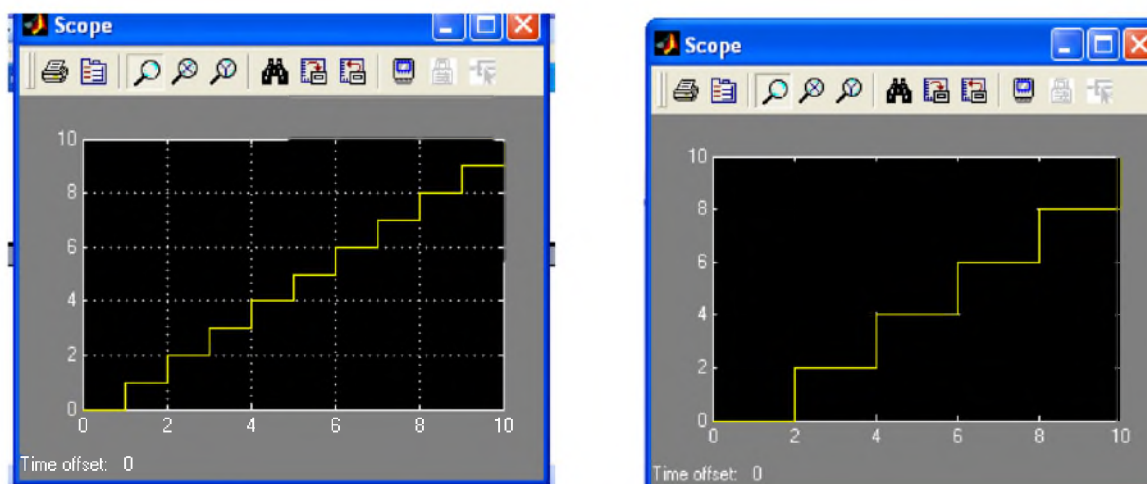

Рис.1.11. Графики блока *Digital Clock* с шагом 1 и шагом 2
3.4. Замените блок *Clock* на блок *Digital Clock*, посмотрите, как изменится график в этом случае. Дважды щелкните по блоку, откроется окно параметров. Измените шаг по времени с 1 на 2. Посмотрите, что получится (рис. 1.11).